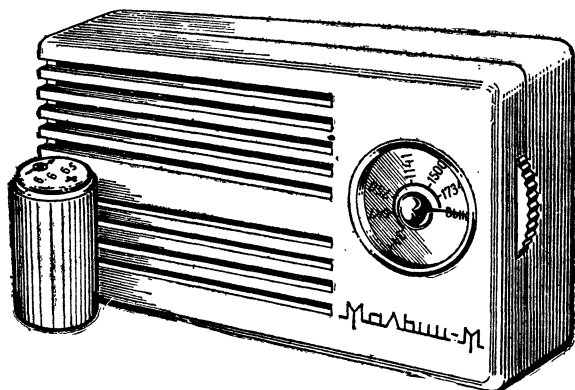

Рис. 15. Внешний вид приемника «Малыш-М».
**Краткая характеристика.** Приемник, внешний вид которого показан на рис. 15, содержит пять транзисторов и один диод. Он является дальнейшей модификацией предшествующих приемников («Малыш» и «Малыш-2»).
Футляр склеивают из органического стекла. Его внешнее оформление показано на рис. 15. Декоративные прорезы на лицевой панели делают с помощью ножовки и плоского надфиля.